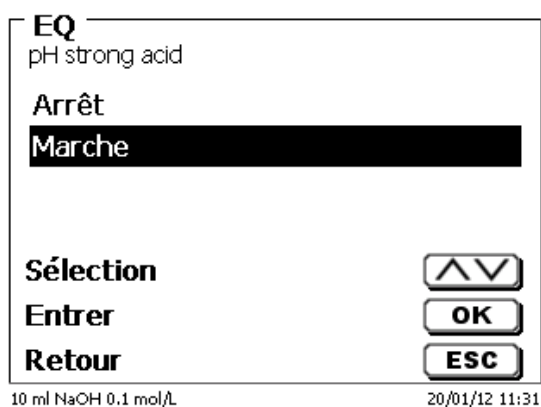

Fig. 161
Dans le cas du titrage linéaire ou dynamique, la reconnaissance automatique du point d'équivalence (EQ) peut être activée et désactivée (Fig. 161).